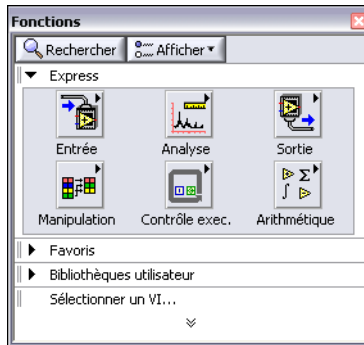

Figure 1-6. Palette des fonctions
- Si la palette **Fonctions**, illustrée dans la figure 1-6, n'est pas visible, sélectionnez **Affichage»Palette des fonctions** pour l'afficher. Par défaut, la palette **Fonctions** s'ouvre en affichant la sous-palette **Express**. Si vous avez sélectionné une autre sous-palette, vous pouvez revenir à la palette **Express** en cliquant sur **Express** sur la palette **Fonctions**.